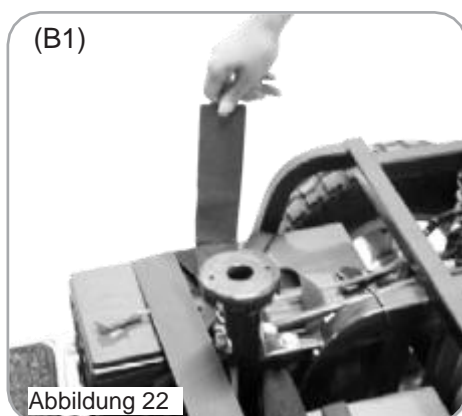

Abbildung 22
3. Lösen Sie den Klettverschluss (B1) (Abbildung 22).